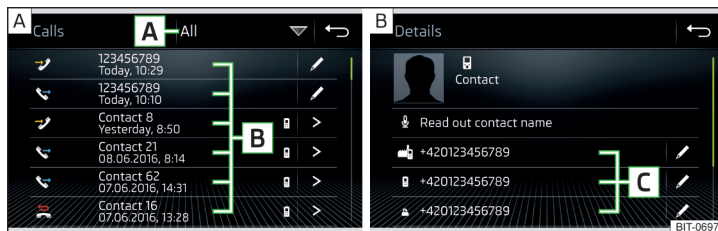

Fig. 184 Lista de apeluri/Detalii contact
- În meniul principal *Telefon*, acționați suprafața de comandă funcții ☎, se afișează o listă de apeluri » fig. 184 - [A].